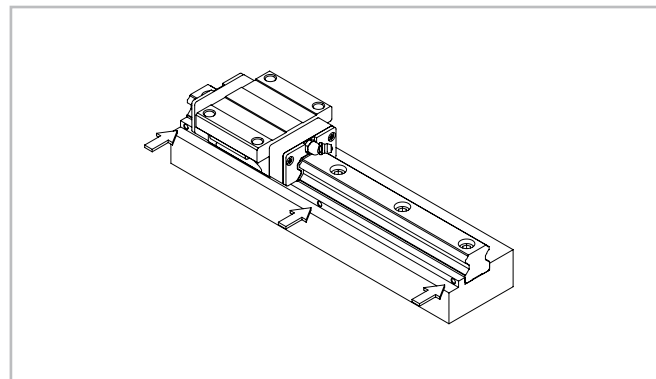

Fig. 42
(3) Stringere le viti di precarico sulla guida finché quest'ultima è a stretto contatto con la superficie di appoggio laterale (vedere fig. 42).